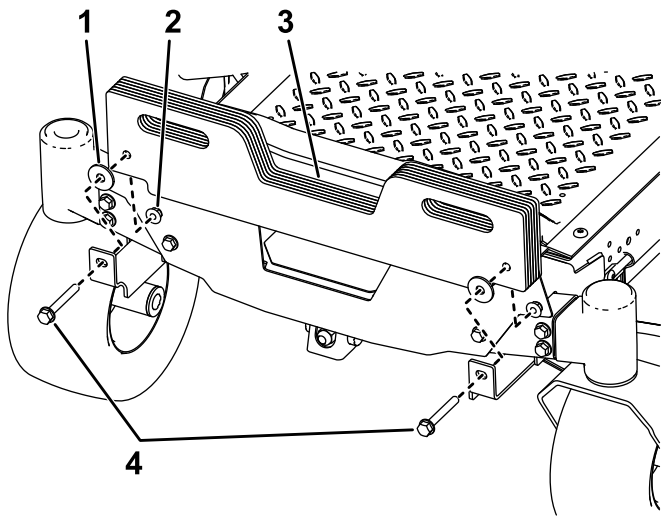

**Figura 4**
1. Montate le staffe di montaggio delle zavorre sul sottoscocca del telaio utilizzando 2 bulloni ( $\frac{3}{8}$ " x 1") e 2 dadi di bloccaggio ( $\frac{3}{8}$ " ), come illustrato nella Figura 4.